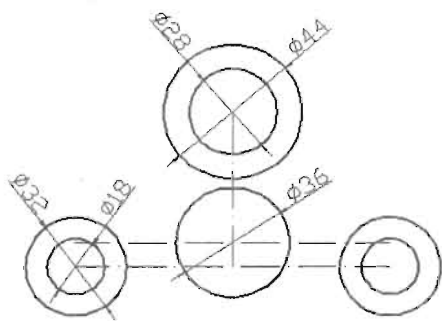

图 4-161
(2) 绘制如图 4-161 所示的基圆，基圆的绘制半径以图中标注的尺寸为准。